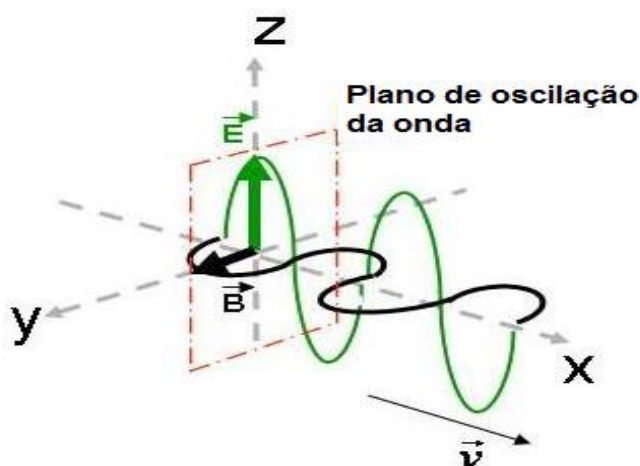

Figura 7 – Onda eletromagnética
- Ondas eletromagnéticas consistem de campo elétrico (E) e campo magnético (H).
- Onda eletromagnética é uma combinação de um campo elétrico e um campo magnético, onde esses campos se propagam em uma mesma direção, porém em planos ortogonais. É de conhecimento que uma variação no campo magnético induz um campo elétrico e vice-versa, portanto numa onda eletromagnética o campo elétrico é gerado pelo campo magnético que por sua vez é gerado pelo campo elétrico, ambos se nutrindo num arranjo perfeito, veja a figura 7.
- Além disso, os campos \vec{E} e \vec{B} são perpendiculares um ao outro e também à direção de propagação da onda que se desloca com velocidade v . Isso nos permite classificar a onda eletromagnética como onda transversal. A figura 7 mostra a disposição dos campos elétricos e magnéticos de uma onda eletromagnética, e a direção e o sentido de sua propagação.